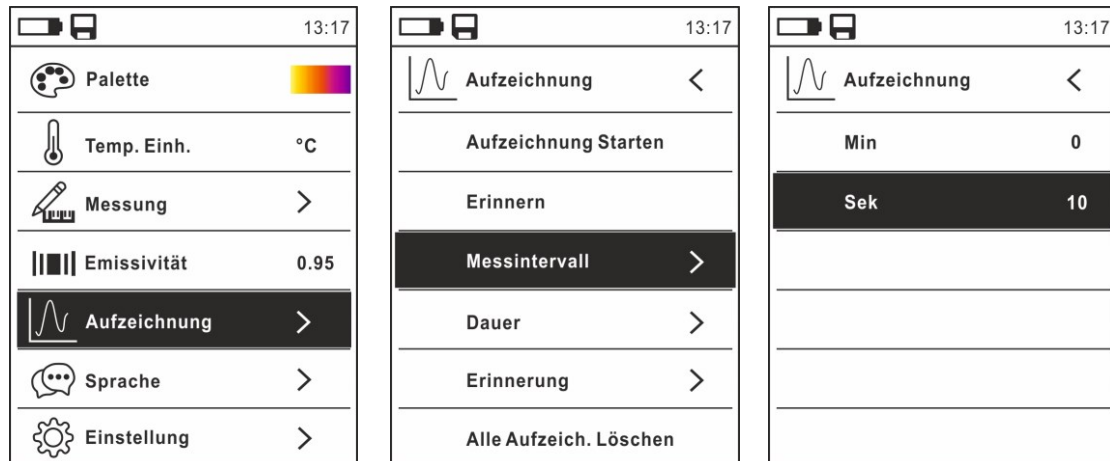

Abb. 31: Data Logger Funktion – Einstellung des Messintervalls
2. Drücken Sie die Taste **MENU** , wählen Sie den Eintrag "Aufzeichnung" und drücken Sie die Taste **►**. Die Bildschirmseite in Abb. 31 – linke Seite erscheint im Display.
3. Wählen Sie den Eintrag "Messintervall" (siehe Abb. 31 – Mitte) und drücken Sie die Taste **►** zur Einstellung des Abtastintervalls der Aufzeichnung. Die Bildschirmseite in Abb. 31 – rechte Seite erscheint im Display.